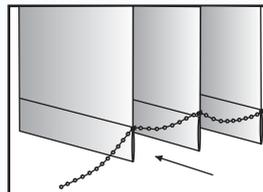

рис.4
3. Прикрепите нижнюю цепочку к грузикам (рис.4)